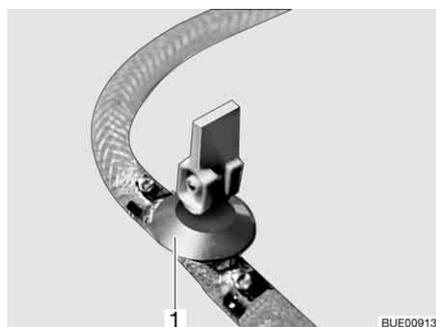

Fig. 197 Rubinetto di scarico
- Chiudere il rubinetto/i rubinetti di scarico. A questo scopo posizionare orizzontalmente la leva a bilanciere (Fig. 197,1).
- Aprire il rubinetto/i rubinetti di scarico (Fig. 197). A questo scopo posizionare verticalmente la leva a bilanciere (Fig. 197,1). Il boiler viene svuotato verso l'esterno.